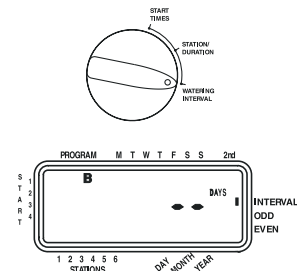

Ilustración 8: Pantalla LCD con intervalo de riego
- Haga girar el dial a **Intervalo de riego**. El cursor parpadeará a la izquierda de la palabra **Interval** [Vea la ilustración 8].